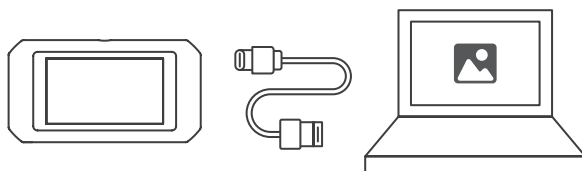

Figure 4.1.1
2. Connecter la caméra TC003 à un ordinateur fonctionnant sous Windows à l'aide du câble USB fourni (voir Figure 4.1.1).